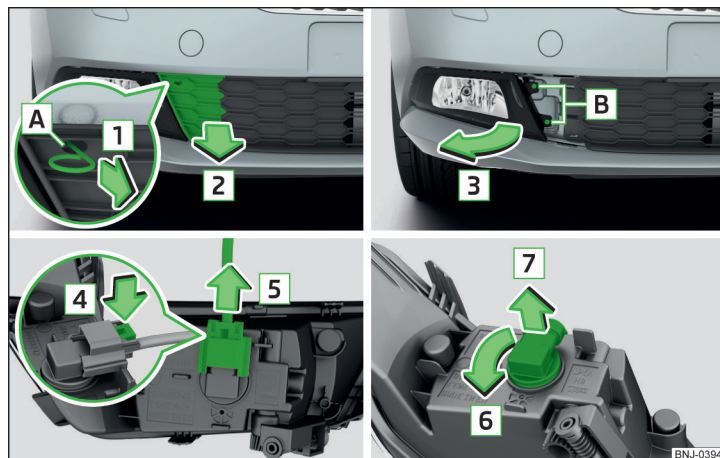

Fig. 290 Estrazione fendinebbia / sostituzione lampadina
- » Inserire nell'apertura **A** » **fig. 290** la staffa per la rimozione dei copriruota integrali.
- › Inserire il fendinebbia nel senso contrario a quello indicato dalla freccia **3** » fig. 290 e avvitarlo in maniera decisa.